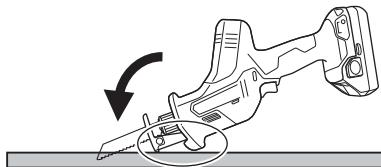

Fig. 25
- (2) Tirez légèrement sur la gâchette pour maintenir une vitesse lente à mesure que vous sciez progressivement le matériau. (Fig. 25).